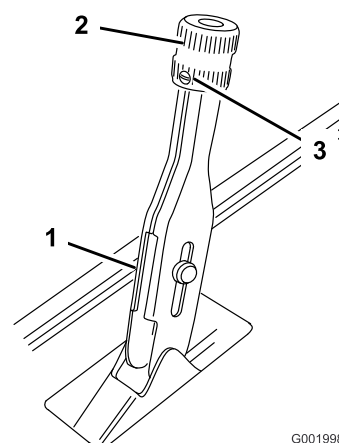

Figura 64
1. Allentate la vite a pressione che fissa la manopola alla leva del freno di stazionamento (Figura 64).